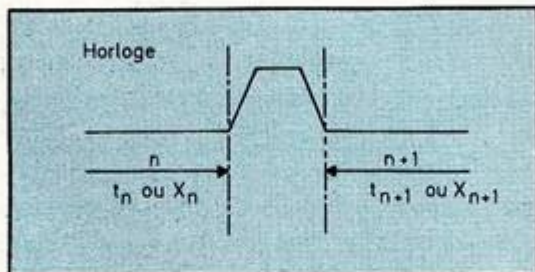

Figure 23.
Dans notre numéro précédent nous avons étudié les bascules asynchrones. Elles sont appelées ainsi car rien ne permet de les synchroniser avec quoi que ce soit. Les bascules, que nous appellerons dans ce qui suit, synchrones, auront en outre des possibilités déjà étudiées, un mode de fonctionnement synchrone d'un signal H (statique ou dynamique). Le signal H est appelé Horloge ou Clock Pulse (CP) ou Timing (T). En mode synchrone on distinguera l'état avant une impulsion d'horloge (indice n) de l'état après cette impulsion d'horloge (indice $n+1$), comme représenté en figure 23.